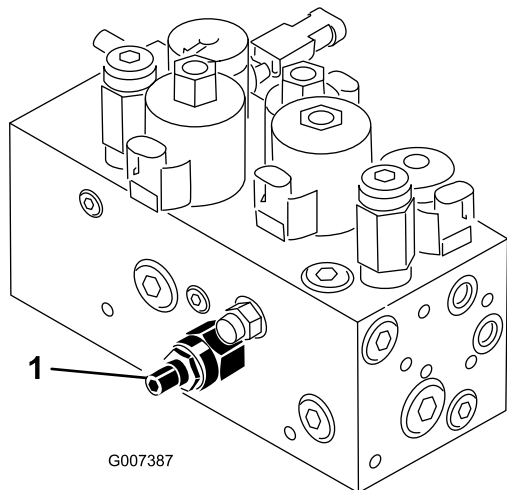

Bild 46
Der Hydraulikkreis zum Heben/Absenken der Schneideinheit besitzt ein Flusssteuerungsventil (Bild 46). Dieses Ventil wird ab Werk um ungefähr drei Umdrehungen geöffnet. Zum Ausgleichen unterschiedlicher Hydrauliköltemperaturen und Mähgeschwindigkeiten usw. müssen Sie dieses Ventil jedoch u. U. einstellen.
1. Klappen Sie den Sitz hoch und finden Sie das Flusssteuerungsventil für den mittleren Zugraben (Bild 46), das sich an der Seite des Hydraulikverteilers befindet.